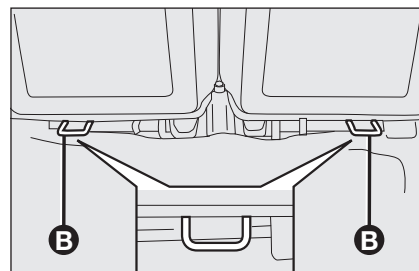

fig. 11
**B-fig. 11** aflat între spătarul scaunului din spate și covorul compartimentului de bagaje. Nu folosiți inelul **B** pentru a fixa alte obiecte.